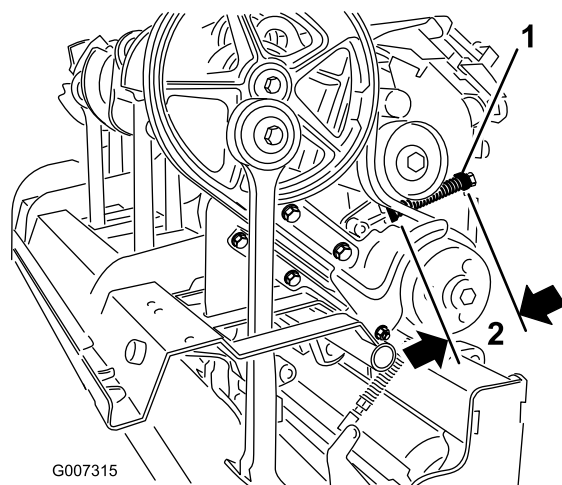

Figure 30
- C. Desserrez le contre-écrou de fixation du dispositif de retenue du ressort (Figure 30).
- D. Réglez le dispositif de retenue du ressort à comprimer le ressort à la longueur voulue (Figure 30).